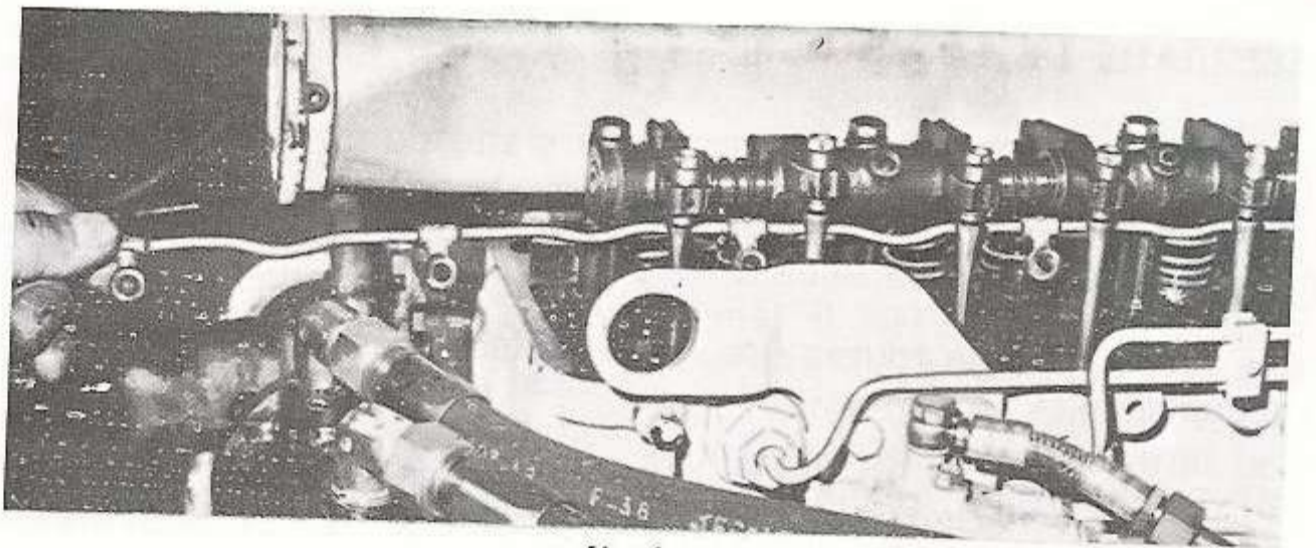

fig 1
- b) Déposer la rampe de retour de gas-oil (fig. 1).